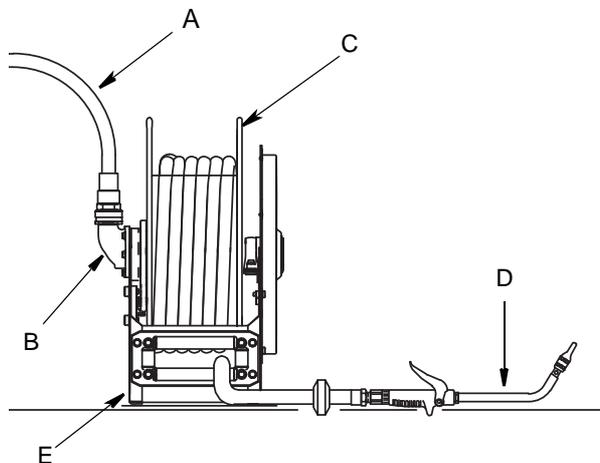
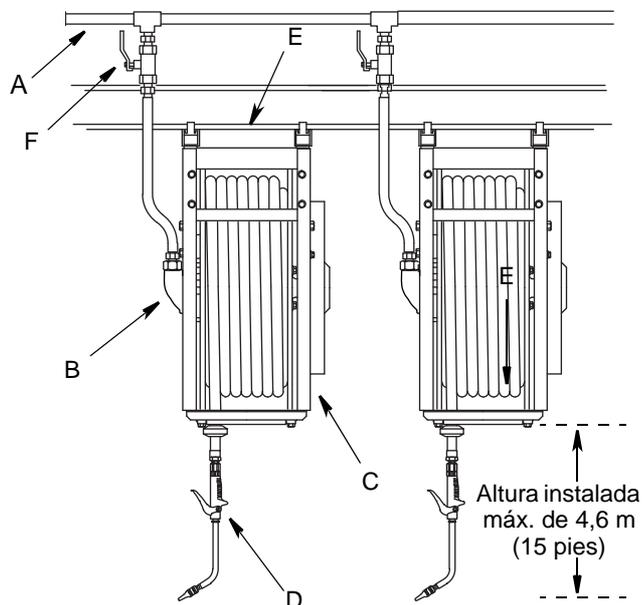

FIG. 3
FIG. 4
- XD40 - 15 pies (4,6 metros) (vea la FIG. 4, página 11)
Las instalaciones mostradas en la FIG. 3 y en la FIG. 4 son solo una guía. Póngase en contacto con su distribuidor de Graco si desea obtener ayuda para planificar un sistema adecuado a sus necesidades.